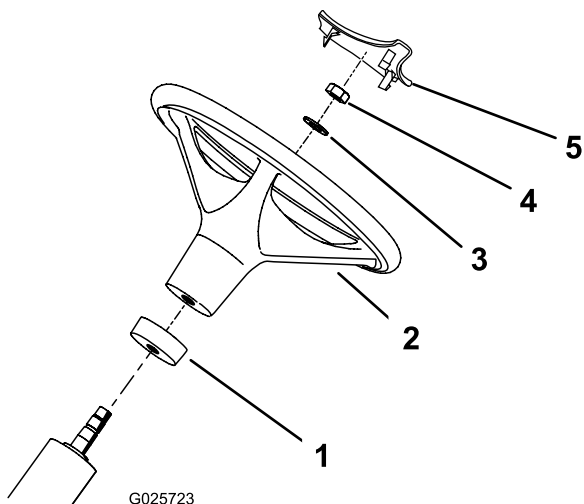

图 2
2. 将泡沫环从较小的一端开始滑入转向轴图 2。
3. 将方向盘滑入转向轴图 2。
4. 用垫圈和锁紧螺母将方向盘固定到转向轴图 2。
6. 将方向盘套安装到方向盘上图 2。